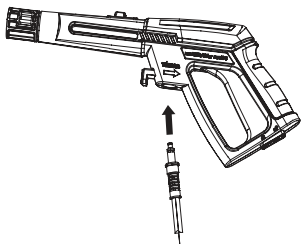

Рис. 10
1. Для моделей **DAW 400 / 450 / 500 / 550 / 625 / 650** вставьте шланг в пистолет до появления характерного щелчка (Рис. 10). Для моделей **DAW 700 / 725 / 750 / 775** заверните по резьбовому соединению до упора (Рис. 11).